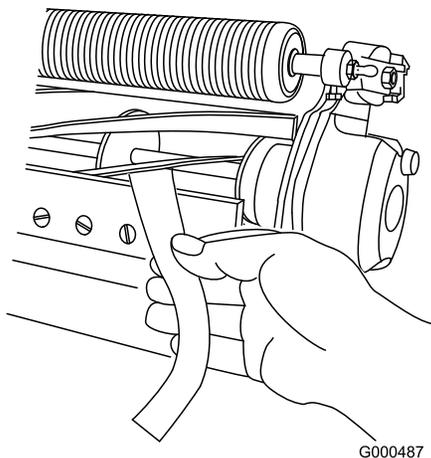

Figura 5
2. Tuerca de tornillo de ajuste de barra de asiento (2)
B. Inserte una tira larga de papel para comprobar el rendimiento del corte entre el molinete y la contracuchilla, perpendicular a la contracuchilla (**Figura 5**) y, a continuación, gire **lentamente** el molinete hacia delante; deberá cortar el papel; de lo contrario, repita los pasos **A** y **B** hasta que corte.
11. Inserte una tira larga de papel para comprobar el rendimiento del corte entre el molinete y la contracuchilla, perpendicular a la contracuchilla (Figura 5) y, a continuación, gire **lentamente** el molinete hacia delante; deberá cortar el papel; de lo contrario, gire 1 clic cada perno de ajuste de la barra de asiento en sentido horario, hasta que corte el papel.